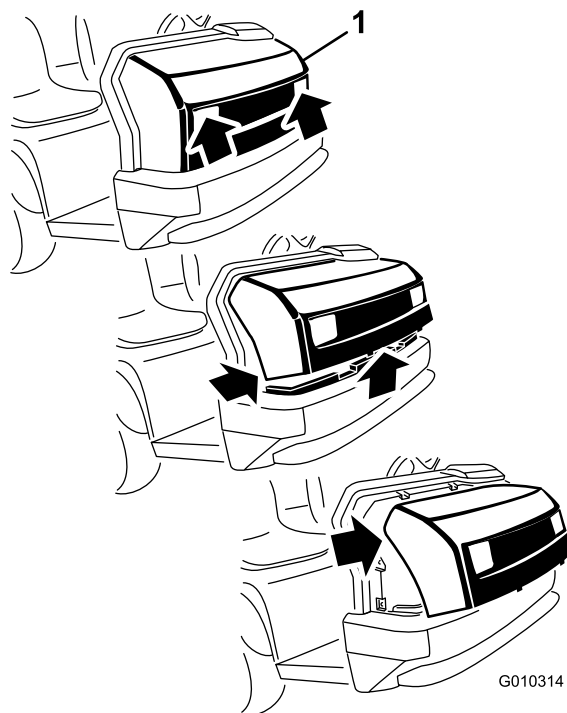

Рисунок 27
1. Взявшись за капот в области проемов фар, поднимите его вверх, чтобы высвободить нижние монтажные лапки из пазов рамы (**Рисунок 27**).
2. Потяните низ капота на себя и вверх, чтобы высвободить верхние монтажные лапки из пазов рамы (**Рисунок 27**).
3. Потяните верх капота на себя и отсоедините кабельные разъемы от фар (**Рисунок 27**).
2. Вставьте верхние монтажные лапки в пазы рамы (**Рисунок 27**).
3. Вставьте нижние монтажные лапки в пазы рамы (**Рисунок 27**).